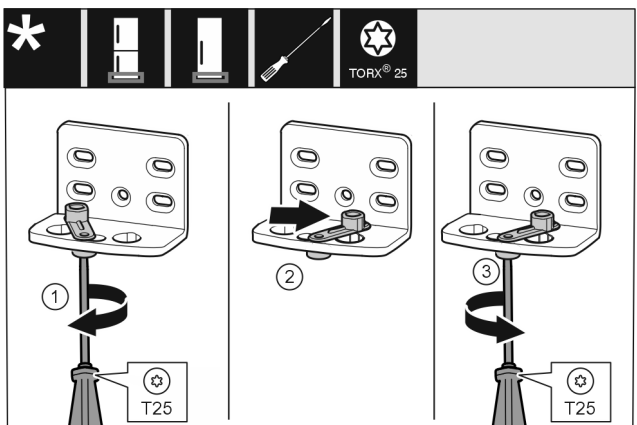

Fig. 16
- ▶ Βιδώστε πρόχειρα τη βίδα Fig. 16 (1) με κατσαβίδι.
- ▶ Ανασηκώστε το βοήθημα κλεισίματος πόρτας Fig. 16 (2) και περιστρέψτε 90° προς τα δεξιά στην τρύπα.
- ▶ Σφίξτε τη βίδα Fig. 16 (3) με κατσαβίδι.